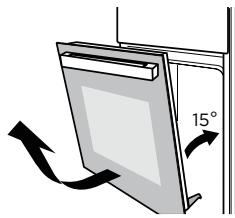

Imagen 2
2. Cierre la puerta en un ángulo de aproximadamente 15 °. (Imagen 2)